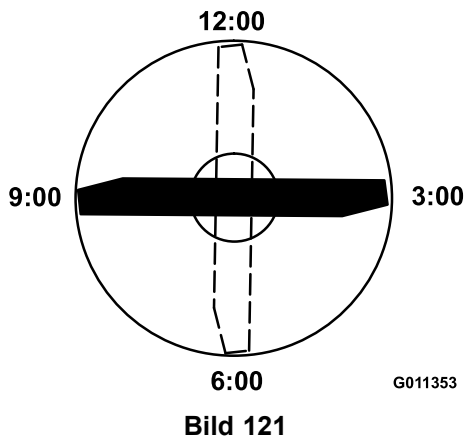

Bild 121
4. Positionieren Sie die Schnittkante der markierten Messerseite in die 12-Uhr-Stellung (geradeaus in Mährichtung) (Bild 121) und messen die Höhe vom Tisch bis zur Schnittkante.
5. Drehen Sie die markierte Seite des Messers auf die 3- und die 9-Uhr-Stellung (Bild 121) und messen die Höhe.